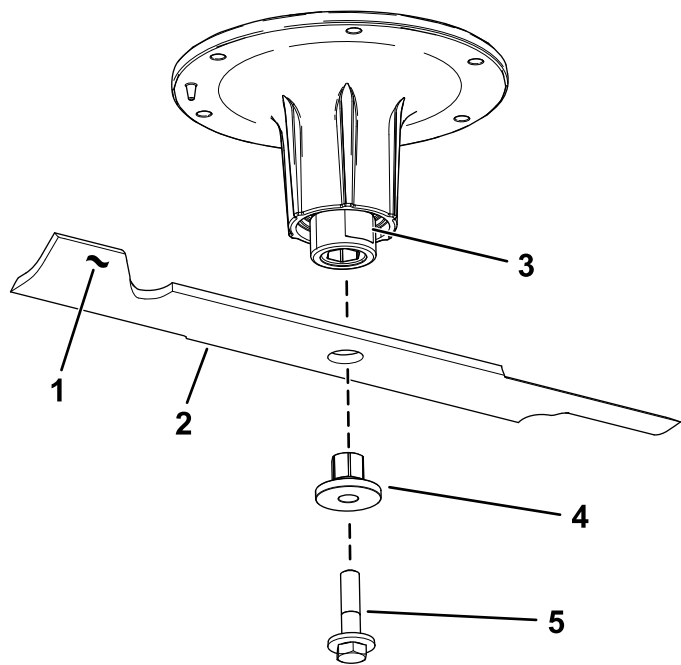

Figura 93
2. Retire el perno de la cuchilla, el casquillo y la cuchilla del eje (**Figura 93**).